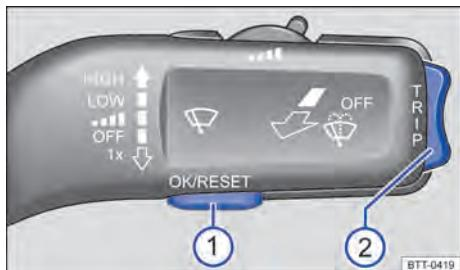

Fig. 16 Veículos sem volante multifunções: botão ① na alavanca dos limpadores do para-brisa para confirmar itens de menu e chave ② para trocar os menus.
Em veículos com volante multifunções, ⇒ Fig. 17 os botões da alavanca dos limpadores do para-brisa não existem ⇒ Fig. 16. Assim, o sistema de informações Volkswagen é comandado exclusivamente por meio dos botões do volante multifunções.
- Caso uma mensagem ou o pictograma de veículo sejam exibidos, pressionar o botão ⇒ Fig. 16 ① da alavanca dos limpadores do para-brisa ou o botão OK do volante multifunções ⇒ Fig. 17.
- *No comando com a alavanca dos limpadores do para-brisa:* para listar o menu principal ⇒ Página 27 ou para retornar de outro menu para o menu principal, manter a chave ⇒ Fig. 16 ② pressionada.
- Pressionar o botão ⇒ Fig. 16 ② da alavanca dos limpadores do para-brisa para cima ou para baixo ou pressionar os botões de seta ▲ ou ▼ do volante multifunções até que o item de menu desejado esteja selecionado.
- Selecionar ou confirmar a seleção com o botão ⇒ Fig. 16 ① da alavanca dos limpadores do para-brisa ou com o botão OK do volante multifunções ⇒ Fig. 17.
- *No comando com a alavanca dos limpadores do para-brisa:* manter a chave ⇒ Fig. 16 ② pressionada.
- *Veículos sem volante multifunções:* pressionar a chave  na alavanca dos limpadores do para-brisa ⇒ Fig. 16.
Com a ignição ligada e a memória 1 ou 2 exibida, pressionar o botão  ⇒ Fig. 16 da alavanca dos limpadores do para-brisa ou o botão  ⇒ Fig. 17 do volante multifunções para alternar entre as duas memórias.